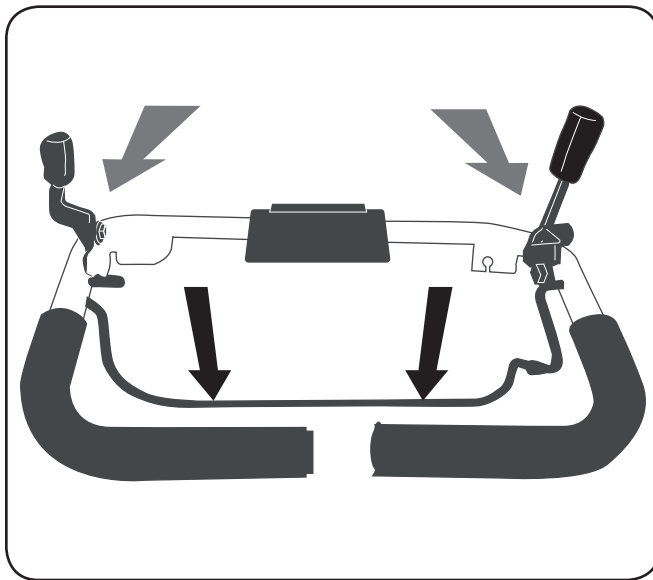

Figura 5-5
- a. Enganche la manija neutral y la manija de reversa, y las ruedas y los dientes se moverán en reversa. Vea la Figura 5-5. Para detener el movimiento en reversa de los dientes y las ruedas, suelte la manija de reversa.